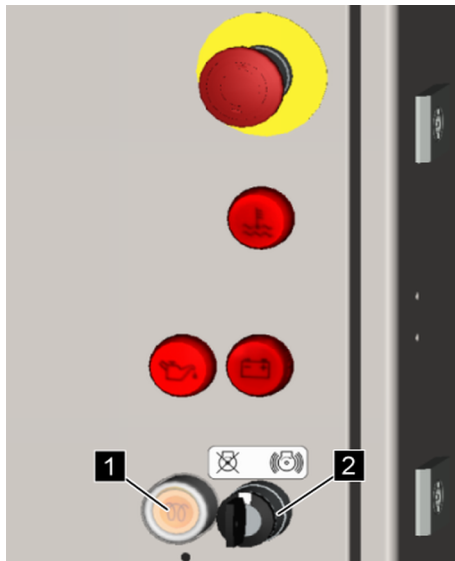

Fig. 47: Préchauffer et démarrer
2. ➤ Appuyer sur le bouton lumineux [Préchauffage] (Voir la Fig. 47/1) jusqu'à ce qu'il s'éteigne.
3. ➤ Démarrer le moteur diesel, en tournant et en maintenant l'interrupteur à clé (Voir la Fig. 47/2) sur et le relâcher dès que le moteur diesel a démarré.